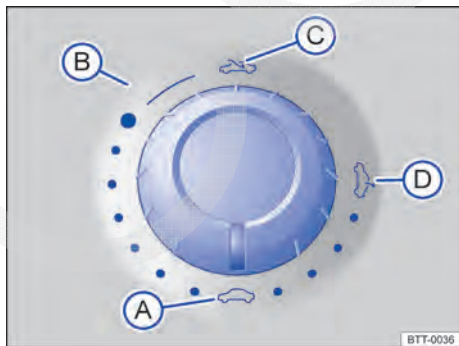

Fig. 38 No revestimento do teto: interruptor rotativo do teto solar.
Girar o interruptor rotativo ⇒ Fig. 38 para a posição desejada para regular as seguintes posições do teto solar:
- Girar o interruptor rotativo para a posição ⇒ Fig. 38 e puxar para baixo na área posterior, até que o teto solar esteja completamente fechado.